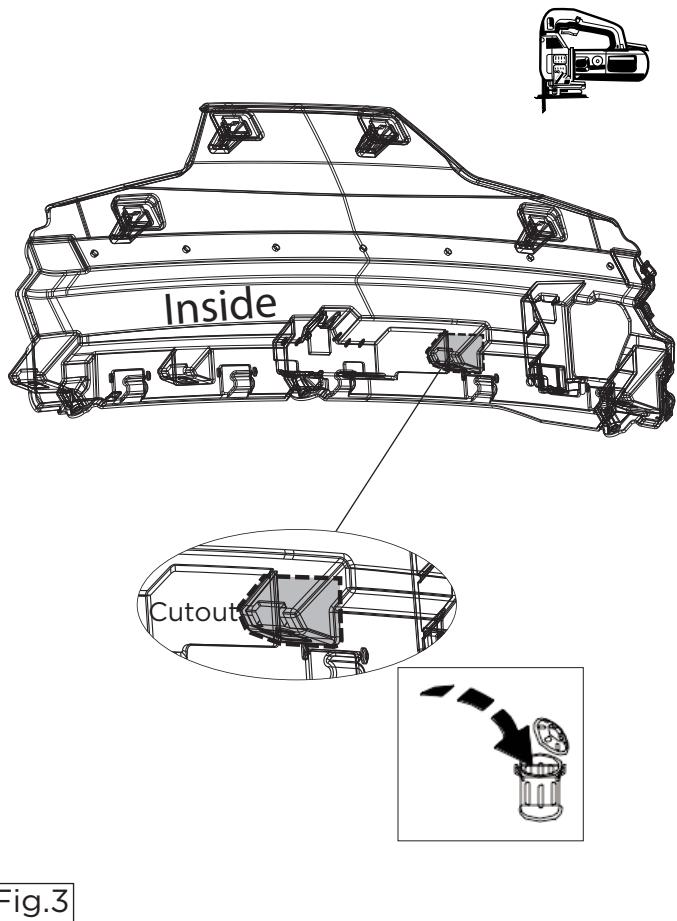

Fig.3
8. Выпилить обозначенную часть, как указано на рис. 3.